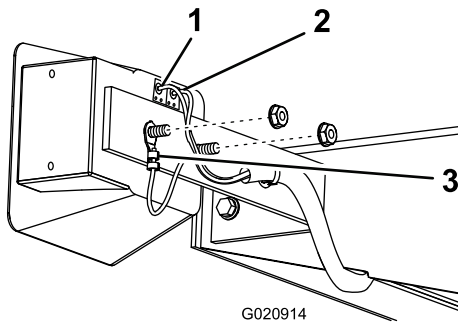

Figura 14
6. Repita los pasos 2 a 5 para la luz del lado derecho de la máquina (Figura 14).